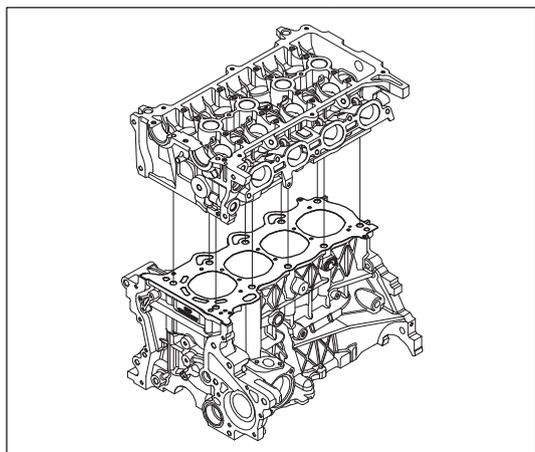

Рис. 12-3-40. Установка головки блока цилиндров
- в) Установить головку блока цилиндров на прокладку головки цилиндров, как изображено на рис. 12-3-40.